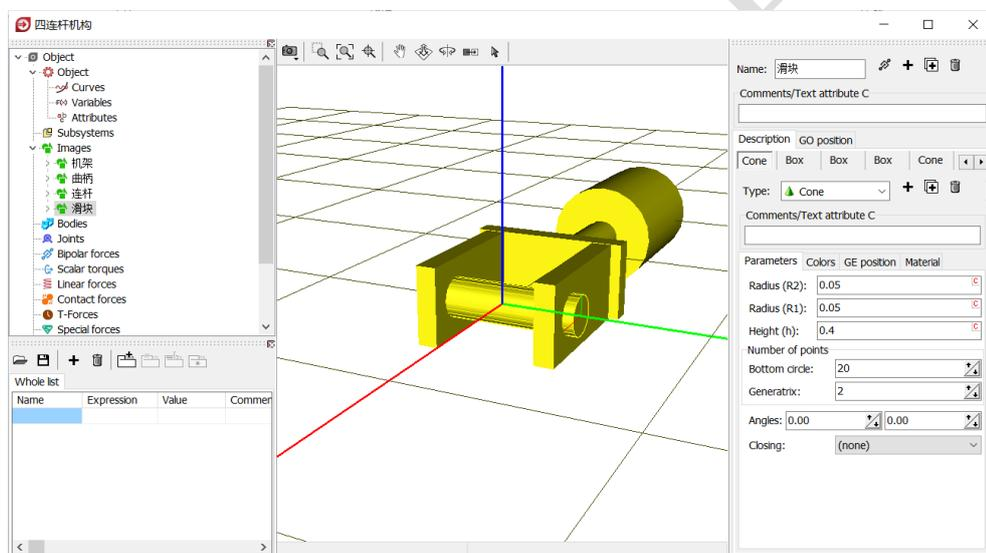

图 2-48
- 4) 选择主菜单 **Edit** → **Read from file**，依次读入“**D:\UM 培训教程\几何素材\四连杆机构**”文件夹下的**机架.img**、**曲柄.img**、**连杆.img** 和**滑块.img** 四个几何图形，如图 2-48。